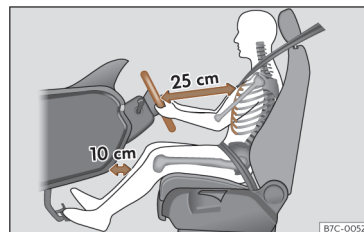

Fig. 13 A separação correta entre o condutor e o volante deve ser de 25 cm no mínimo (10 polegadas).
- Ajuste o volante de modo a ficar a uma distância de, pelo menos, 25 cm (10 polegadas) do esterno >>> **Fig. 13** e a poder segurá-lo com ambas as mãos pelos lados, pela parte exterior, com os braços ligeiramente fletidos.